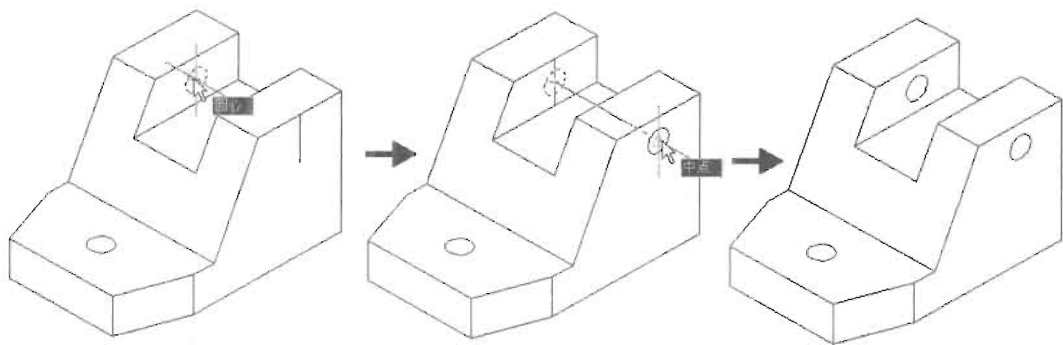

图 11-47
(5) 利用“复制”功能将右视平面上的等轴测圆复制到另外一条参考线的中点上, 完成机座轴测图的绘制, 效果如图 11-47 所示。